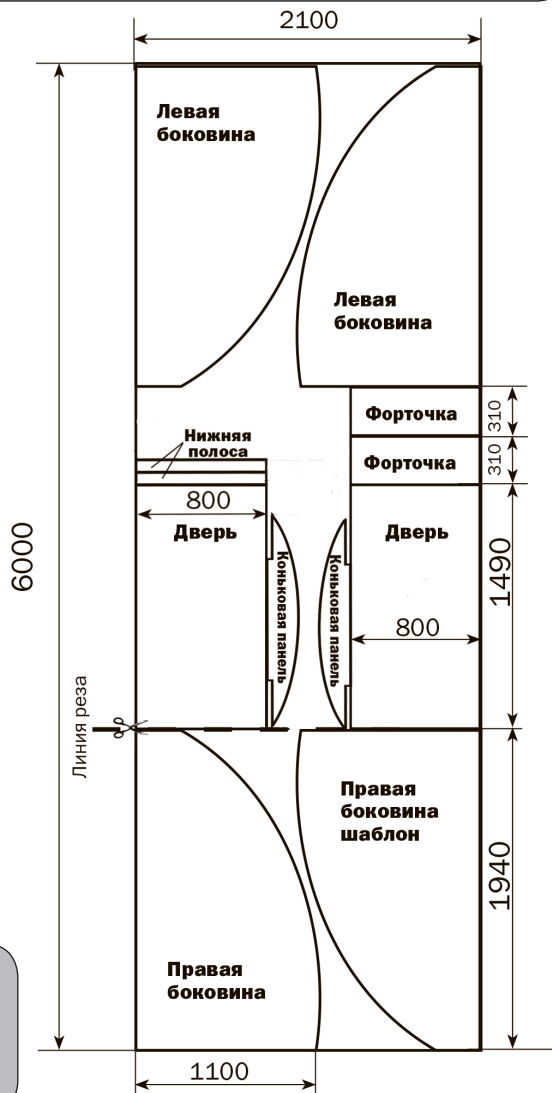

Рис. 13
РАСКРОЙ ЛИСТА ПОЛИКАРБОНАТА ВЫПОЛНЯЙТЕ СТРОГО В СООТВЕТСТВИИ С РИС. 13 И РИС. 14
1. Раскройте лист покрытия для торцов. Для этого отрежьте от листа поликарбоната длиной 1950 мм (см. линии реза на **рис.13**). Чтобы сделать шаблон бокового куска покрытия, приложите вырезанный кусок к собранному торцу теплицы и, не снимая защитной пленки с поликарбоната, нанесите разметку шаблона на листе покрытия по деталям **4в** и **4н** с припуском (**рис.14**). При разметке край листа строго совмещается по кромке деталей **7** и **8**, а верхняя кромка выше на 30 мм нижнего края детали **5**. Вырежьте шаблон. Разметьте оставшуюся часть листа, используя вырезанный шаблон, в соответствии со схемой раскроя (**рис.13**).